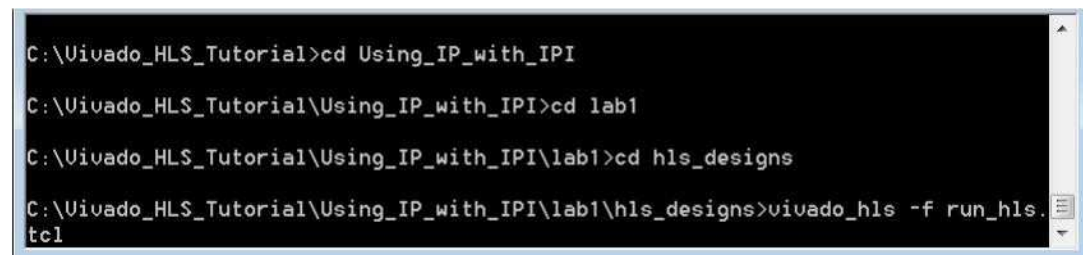

图 9-1: 创建 IP 集成器的 HLS 设计
3. 键入 **vivado_hls -f run_hls.tcl** 以创建 HLS IP(图 9-1)。